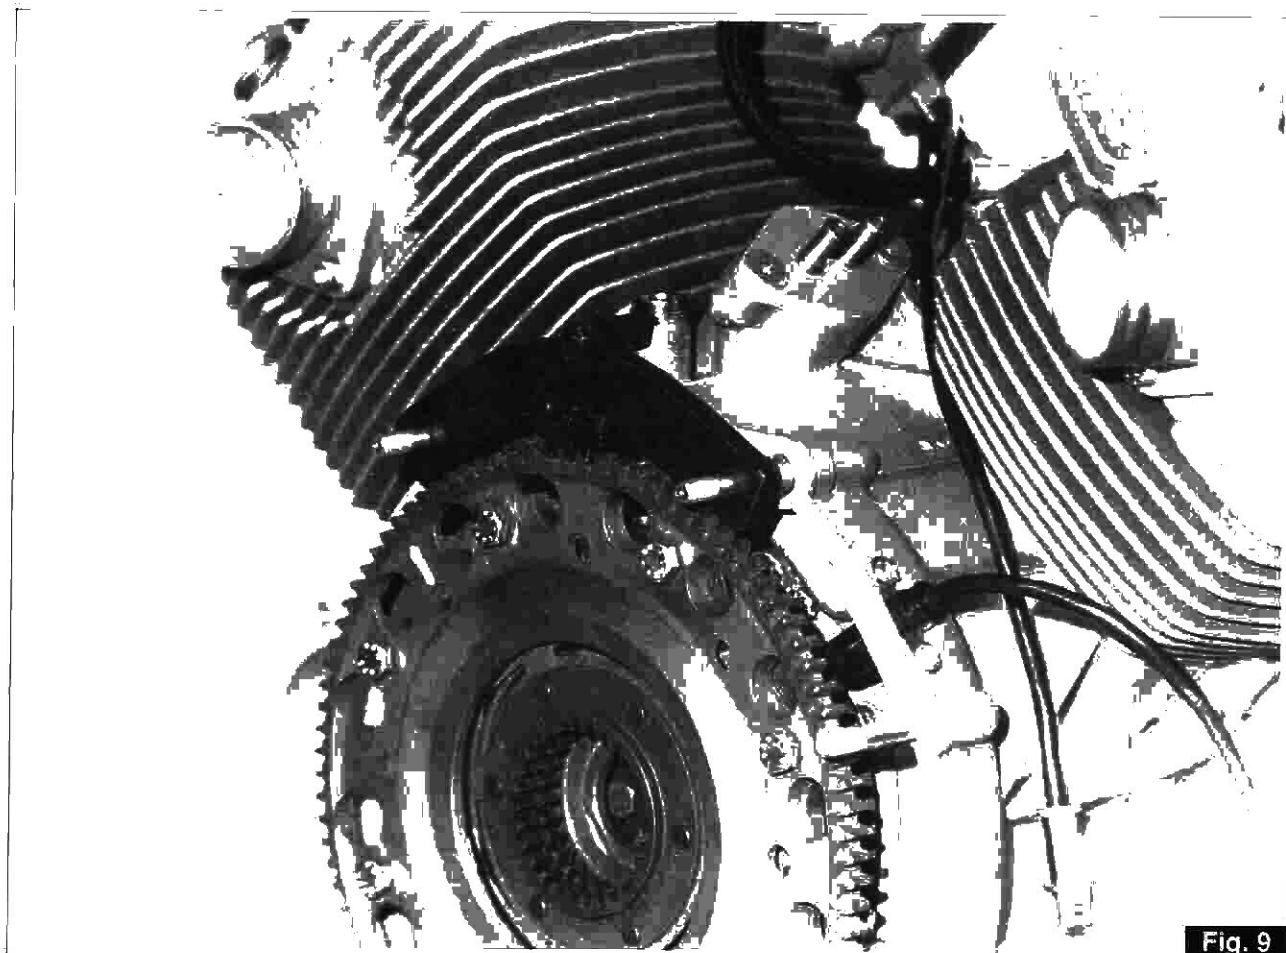
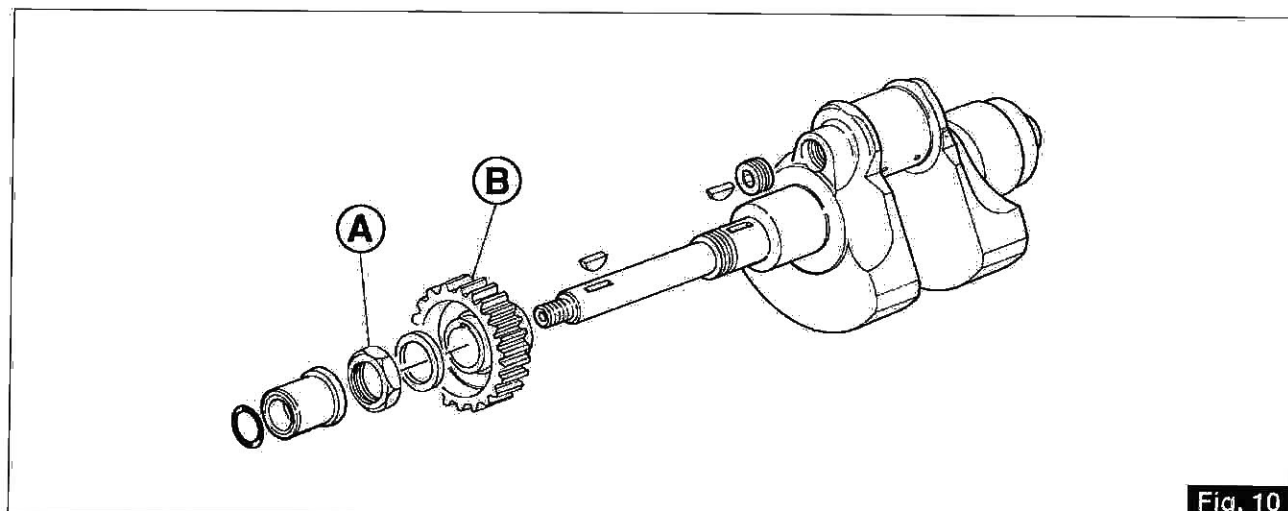

Fig. 9
Fig. 10
– Applicando l'apposito attrezzo di tenuta cod. 12 91 18 01 bloccare l'albero motore tramite la corona di avviamento (fig. 9); allentare il dado «A» di tenuta e togliere l'ingranaggio «B» sull'albero motore (fig. 10).
– Using the appropriate seal tool cod. 12 91 18 01, lock the engine shaft by means of the starting ring gear (fig.9); loosen the seal nut «A» and remove the gear «B» from the engine shaft (fig.10).